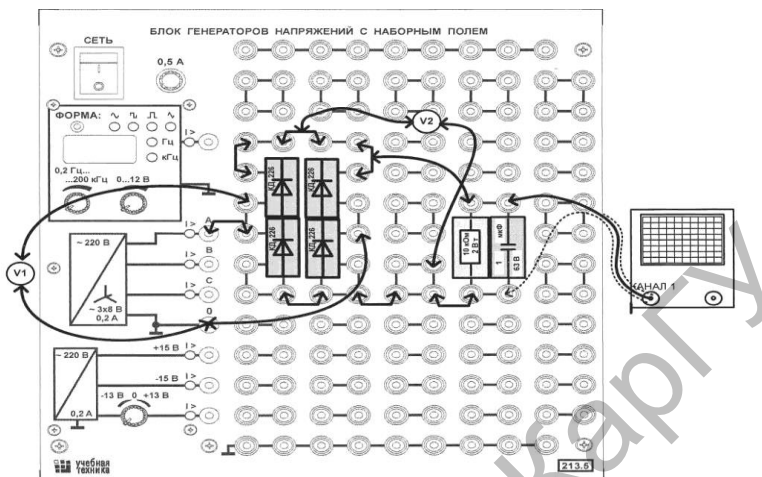

Рисунок 5.23
• Соберите цепь двухполупериодного мостового выпрямителя (рис. 5.23), повторите все измерения и вычисления. Результаты сведите в табл. 5.8.